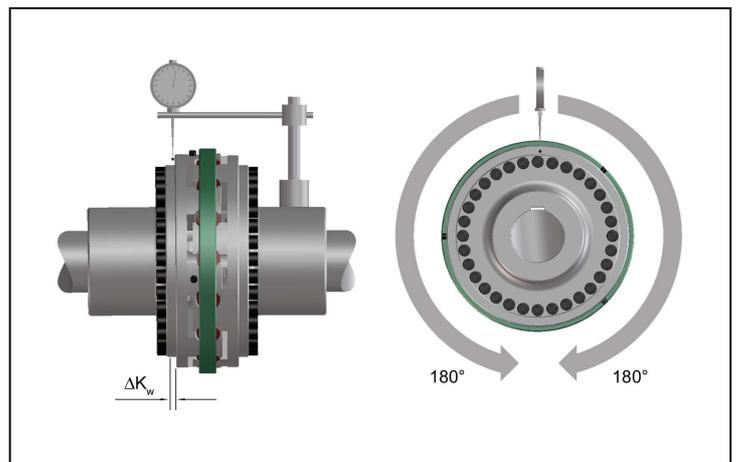

Bild 8
- Vermessen Sie stirnseitig eine ganze Umdrehung (360°) am äußeren Durchmesser. Ermitteln Sie dabei die größte Abweichung  $K_{w1}$  sowie die kleinste Abweichung  $K_{w2}$  (Bild 8).